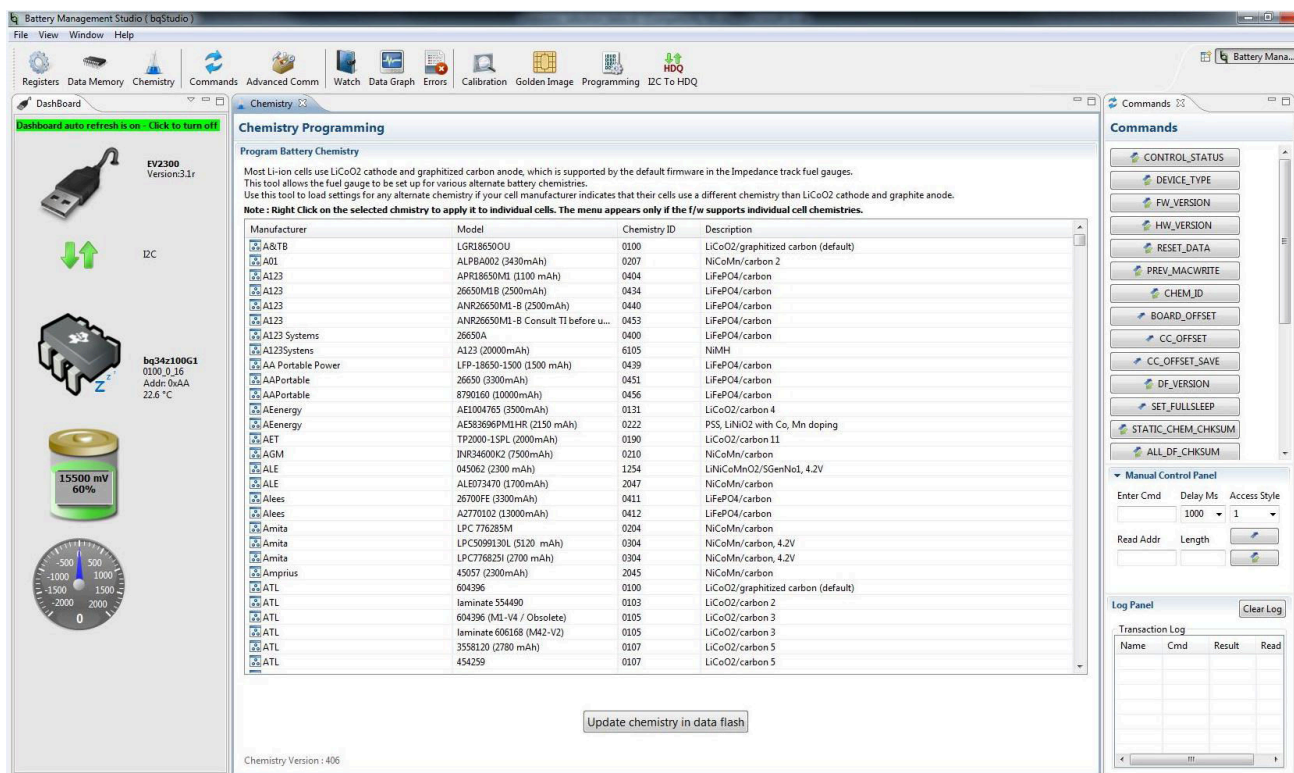

图 3-4. 化学成分屏幕
按下 **Chemistry** (化学成分) 按钮，以选择 “Chemistry” (化学成分) 窗口。请参阅图 3-4。
- 选择与表格中的电池匹配的 ChemID (化学成分 ID) (图 3-4)。